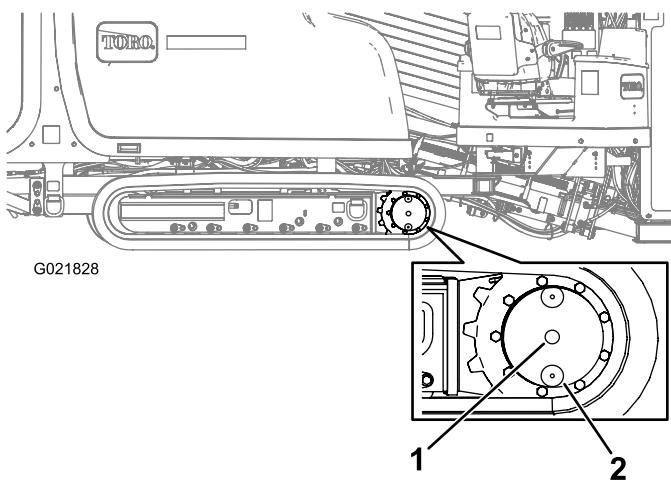

Figura 95
2. Limpie la zona alrededor del tapón de llenado con un disolvente (Figura 95).
3. Gire la transmisión planetaria hasta que los tapones de nivel de aceite y de vaciado estén en posición vertical (en la posición de las 6), según se muestra en la (Figura 95).
4. Retire el tapón de nivel de aceite (Figura 95).
2. Limpie la zona alrededor del tapón de nivel de aceite (Figura 95).
3. Gire la transmisión planetaria hasta que el tapón de vaciado esté directamente debajo del tapón de nivel de aceite (Figura 95).